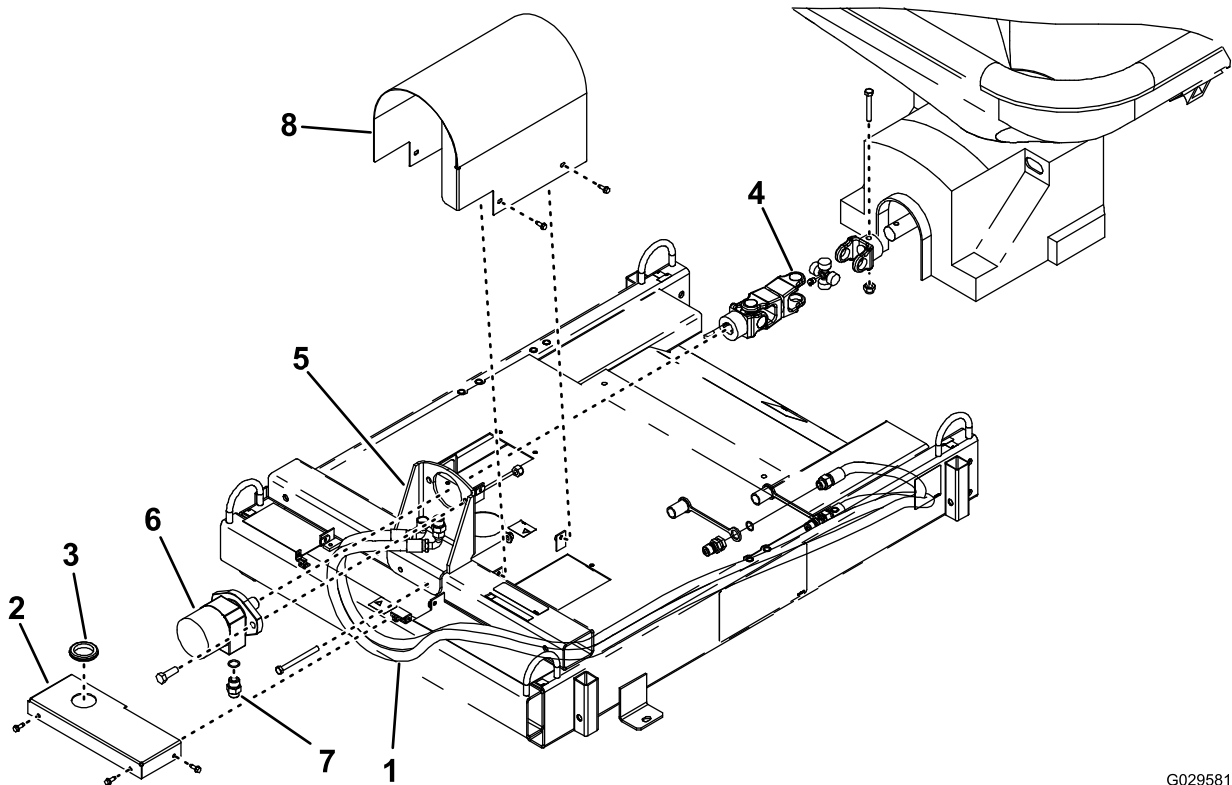

Figura 1
1. En el travesaño izquierdo de la base del esparcidor, enrute las mangueras hidráulicas por las guías a lo largo del borde interior del raíl (Figura 1).
2. Sujete el soporte del motor a la base del esparcidor (Figura 1) con 2 pernos (3/8" x 4 1/4") y tuercas con arandela prensada deformables (3/8"); apriete los pernos y las tuercas a 37–45 N m.
3. Introduzca un anillo de goma en el orificio de la tapa de acceso (Figura 1).
1. Instale los 2 acoplamientos hidráulicos rectos (7/8" x 13/16") y juntas tóricas en los orificios del motor hidráulico (Figura 1).
2. Sujete el motor hidráulico al soporte del motor (Figura 1) con 2 pernos (1/2" x 1 1/2") y 2 contratuercas (1/2"); apriete los pernos y las tuercas a 91–113 N m.
3. Conecte los conectores de manguera delanteras y las juntas tóricas a los acoplamientos rectos del motor (Figura 1).
4. Sujete el árbol de transmisión al árbol de transmisión del esparcidor (Figura 1) con un perno (3/8" x 2 1/2") y una contratuerca (3/8"); apriete los pernos y las tuercas a 37–45 N m.